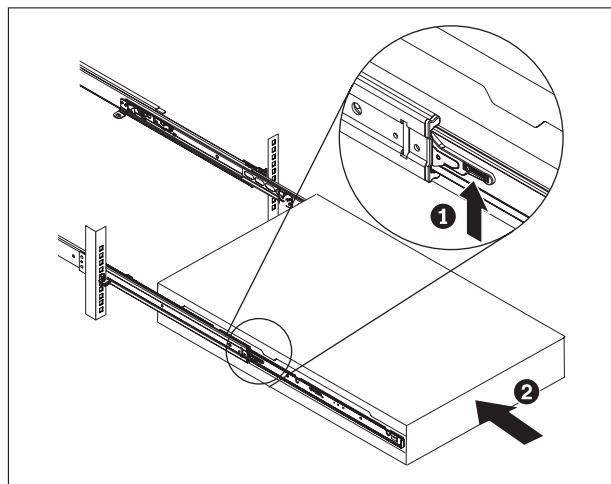

Figura 14. Fazer deslizar o dispositivo para dentro do bastidor
6. Faça deslizar o dispositivo para dentro do bastidor, conforme ilustrado na Figura 14 na página 21.